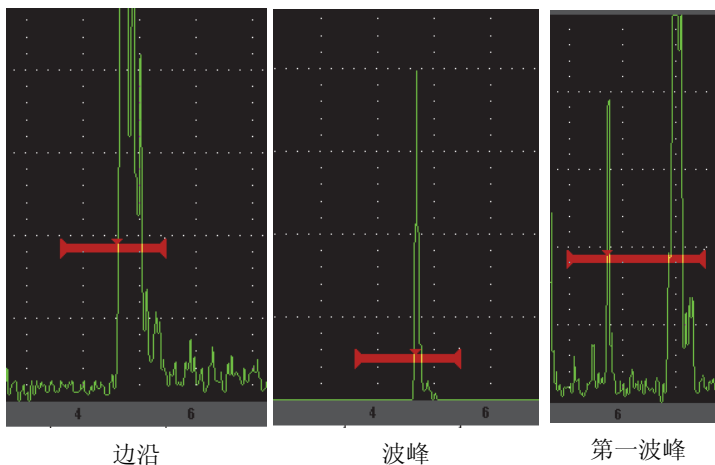

图 2-12 边沿、波峰和第一波峰模式下的测量触发点
- **Peak** (波峰): 基于闸门内的最高波峰采集测量读数 (波峰无需穿出闸门阈值) (参见第 42 页的图 2-12)。
- **1stPeak** (第一波峰): 基于第一个穿出闸门阈值的波峰采集测量读数 (参见第 42 页的图 2-12)。
- **Edge** (边沿): 基于闸门内信号的第一个穿出点位置采集测量读数 (参见第 42 页的图 2-12)。